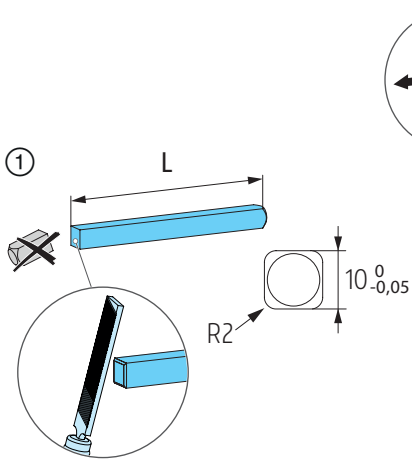

Abb. 42
- ① Vierkant ablängen und anfasen; **Abb. 42.**